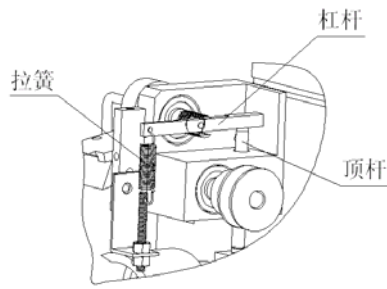

图 5-3
a. 杠杆拉簧力量太大或太小：可适当调整滚轮压力（见图 5-3）